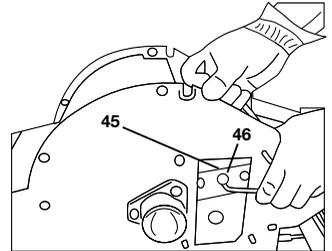
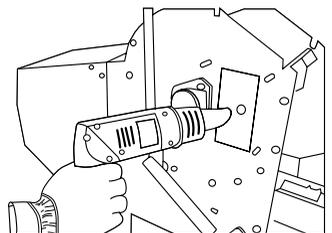

Bild 42
Bild 43
- Rotor so drehen (45), dass das Messer durch die Öffnung sichtbar ist (siehe „Bild 42“).
- Senkschraube (SW 5) am Messer lösen (46) und herausdrehen.
- Hinweis:** Die Senkschrauben sind mit hochfestem Schraubensicherungskleber eingeklebt und müssen vor dem Lösen erwärmt werden, z. B. mit einer Heißluftpistole (siehe „Bild 43“).
- Hinweis:** Die Senkschrauben wurden mit mittelfestem Schraubensicherungskleber (Loctite 243) eingeklebt und lassen sich dadurch schwer lösen (siehe „Bild 43“).